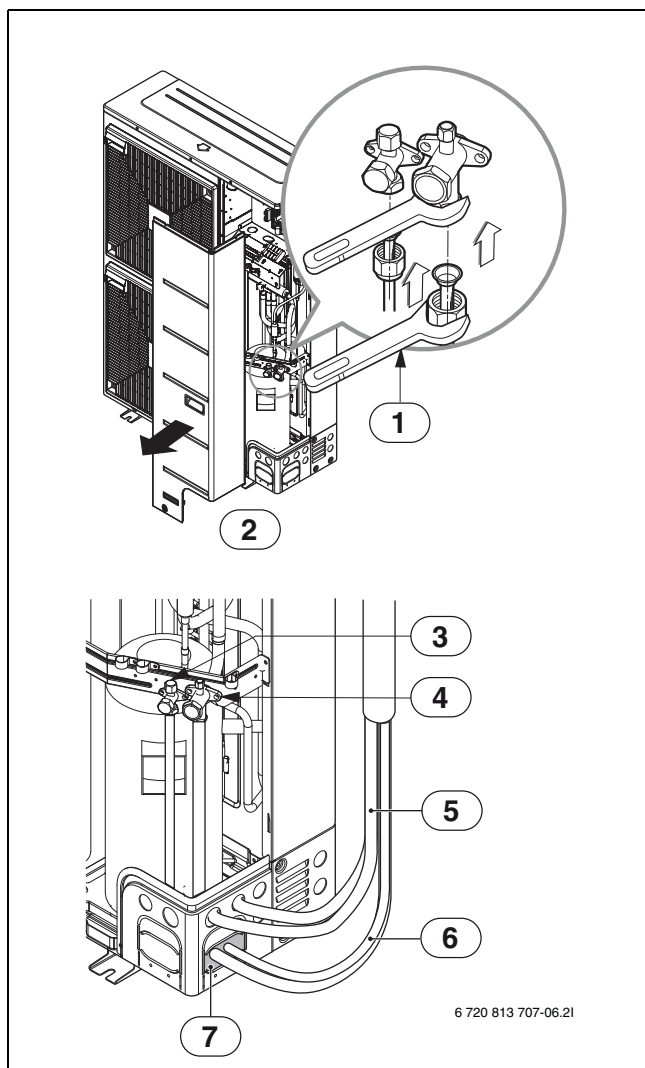

Fig. 23
- Rørgennemføringer tættes med kit eller isoleringsmateriale (tilpasses på stedet). Herved lukkes alle åbninger (→ fig. 23).